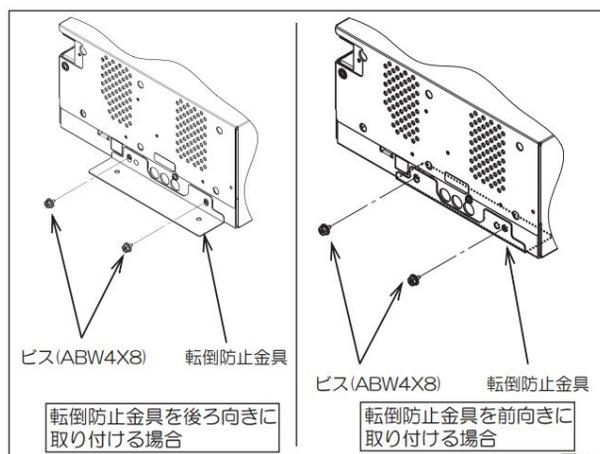

図2
- ③ 本体の設置条件に合わせて、転倒防止金具を両面テープで取り付けてください 図2参照
- ④ 付属ビス(ABW4X8)を2箇所絞めつけて、装置を固定してください 図2参照